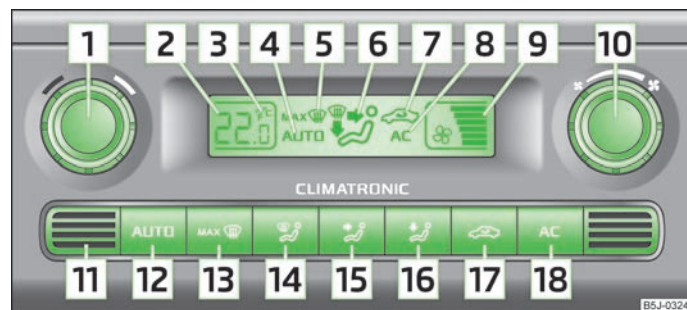

Fig. 77 Climatronic: Elementos de comando
- sistema (AC) 18 » Fig. 77 ligado.
- Prima o botão (AUTO) 12 » Fig. 77.
Prima em simultâneo os botões (AUTO) e (AC) » Fig. 77 e mantenha-os premidos. No visor, as indicações afixam-se na unidade de medida da temperatura pretendida.
O sensor da temperatura do habitáculo encontra-se na parte inferior do aparelho **11** » Fig. 77. Não cole nada sobre o sensor nem o tape, caso contrário o funcionamento do Climatronic poderá ser afectado.
- Prima o botão **AUTO** **12** » Fig. 77; no visor é apresentado **AUTO**.
- Depois de ligar a ignição, pode regular a temperatura do habitáculo desejada através do comando rotativo **1** » Fig. 77.
- Prima o botão  **17** » Fig. 77, no visor aparece o símbolo .
- Volte a premir o botão  **17** » Fig. 77; o símbolo  no visor desaparece.
- Rode o comando rotativo **10** » Fig. 77 para a esquerda (para diminuir a velocidade do ventilador) ou para a direita (para aumentar a velocidade do ventilador).
➤ Prima o botão  **13** » Fig. 77.
➤ Prima novamente o botão  **13** » Fig. 77 ou o botão .